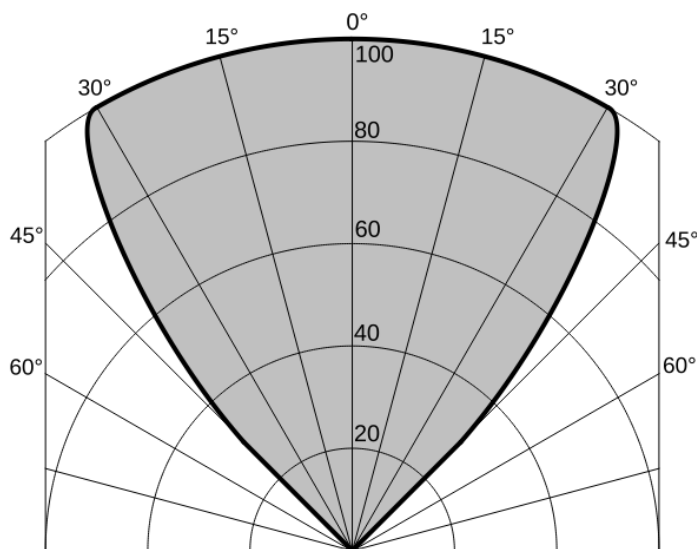
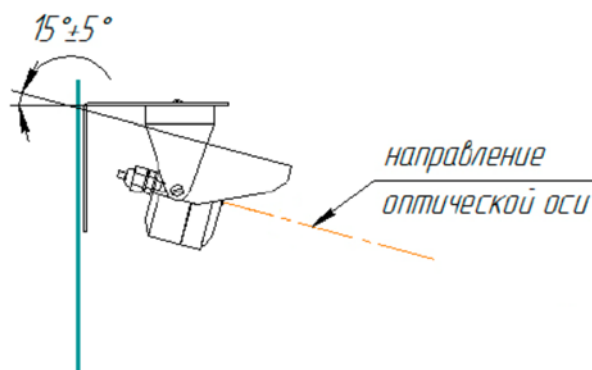

Рисунок 4 – Диаграмма чувствительности извещателя с козырьком в штатном положении (в процентах от максимального значения)
Рисунок 5 – Положение извещателя при монтаже относительно горизонта.
- расположение и нацеливание извещателя должно быть произведено с учетом чувствительности и угла обзора извещателя (рисунок 4) на наиболее вероятный источник возгорания, помимо этого для предотвращения скопления влаги на извещателе его ориентация относительно горизонта должна быть не менее 10 градусов по направлению к земле (рисунок 5);